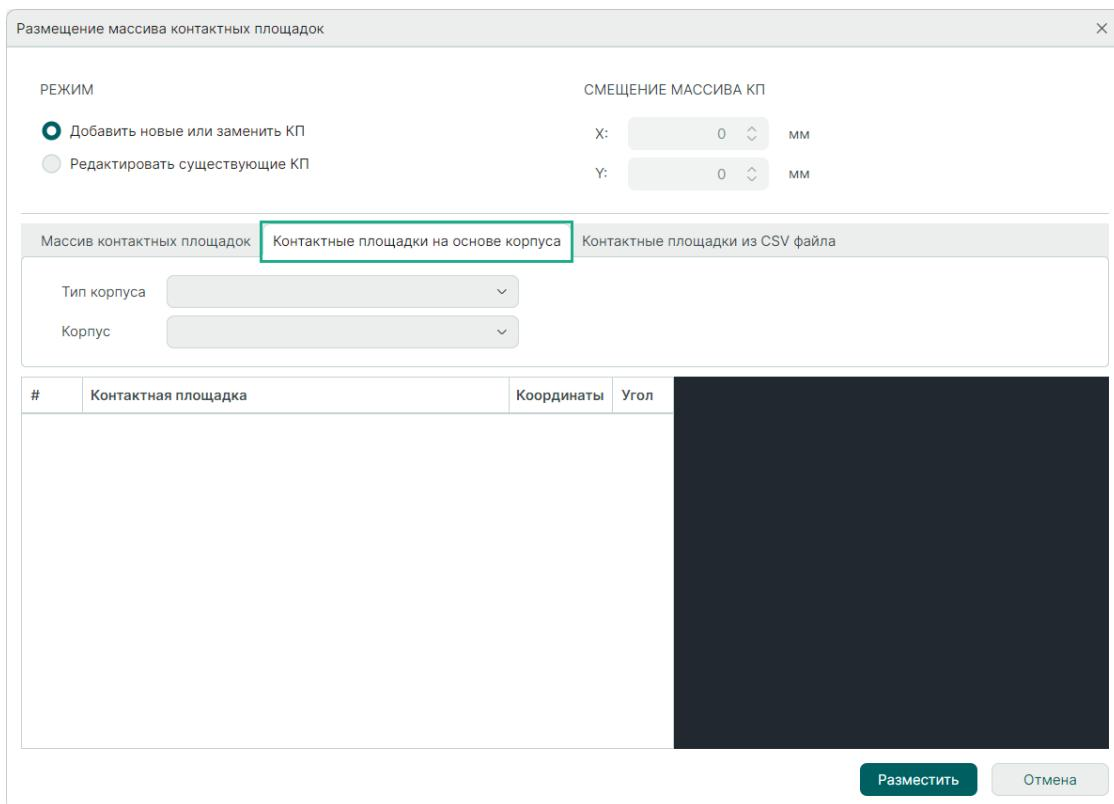

Рис. 96 Переход на вкладку «Контактные площадки на основе корпуса»
- Перейдите на вкладку «Контактные площадки на основе корпуса», см. Рис. 96.